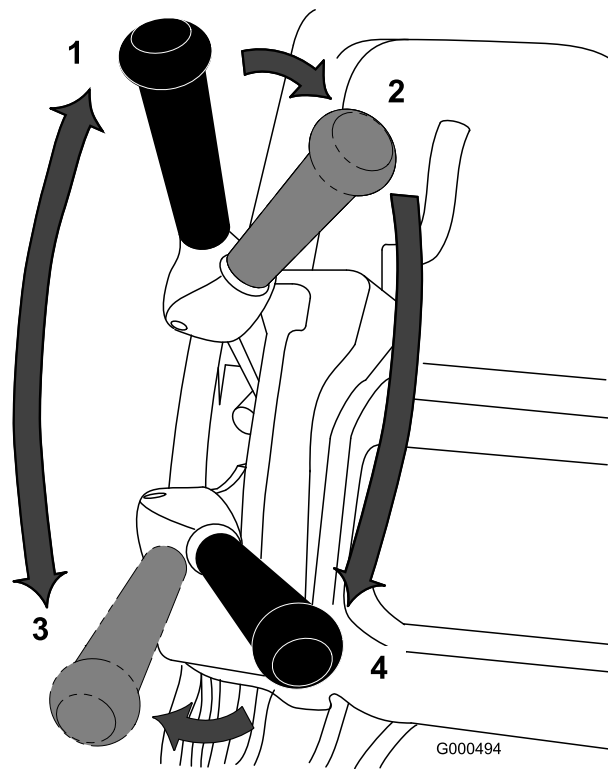

图23
1. 启动发动机将油门设置为低速向下推动手柄以提起滚刀组压低操作员到位控制装置将牵引和滚刀驱动接合杆移至前进行驶位置使机器行驶到果岭的环圈上 图23。
2. 将接合杆移至空档位置 图23。
3. 将接合杆移至牵引——空档位置和滚刀驱动——分离位置 图23。
4. 将牵引杆移至牵引——前进和滚刀驱动——接合位置 图23 增加油门速度直至机器按照所需的地面行驶速度行驶将机器行驶到果岭上将滚刀组放低到地面上然后开始剪草。